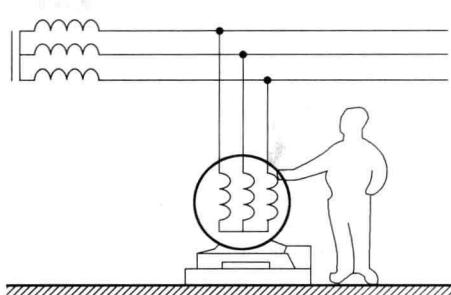

图 1-1-4 间接触电
(2) 间接触电是指正常状态下外壳不带电的用电设备发生故障或漏电时，人体接触该用电设备而引起的触电现象，如图 1-1-4 所示。通常引起这类触电的用电设备故障有外壳短路、导线短路、接地短路。